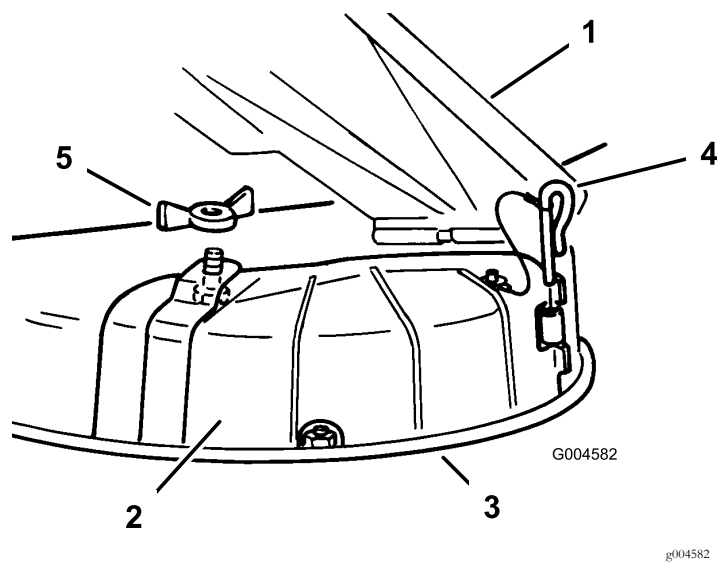

Bild 13
3. Entfernen Sie die Flügelmuttern und die Schraube, mit denen die Abdeckung befestigt ist (Bild 13).
4. Entfernen Sie die Scharnierstifte, mit denen die Abdeckung am Mähwerk befestigt sind (Bild 13).
3. Heben Sie das Ablenkblech hoch und legen die Auswurfkanalabdeckung über die Öffnung und auf die untere Lippe des Mähwerks, wobei Sie die Abdeckung gleichzeitig in das vordere Scharnier stecken (Bild 13).
4. Schieben Sie den Scharnierstift durch das Scharnier (Bild 13).
5. Befestigen Sie die Auswurfkanalabdeckung mit der Flügelmutter am Mähwerk (Bild 13).